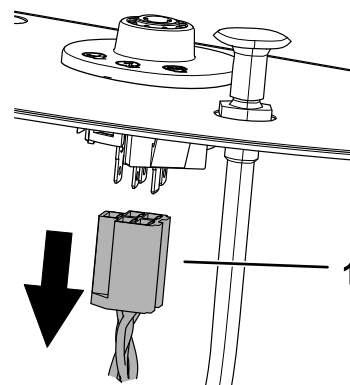

Figure 5
2. Débranchez le faisceau de câblage du commutateur d'allumage (Figure 5).